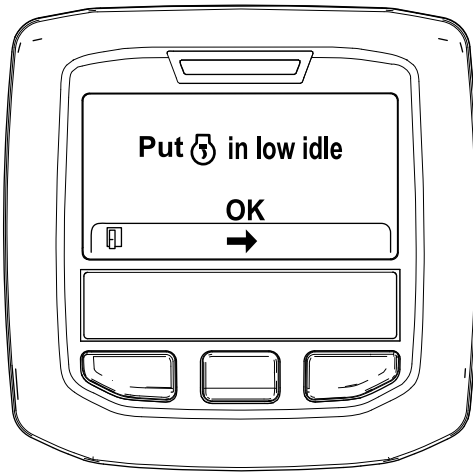

Figure 52
6. Placez la commande d'accélérateur en position de RALENTI et appuyez sur le bouton central (Figure 52).